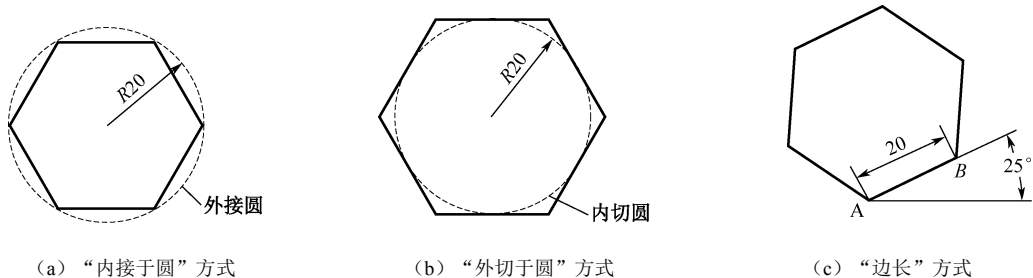

图 2-67 正多边形的 3 种绘制方式
AutoCAD 中提供了“内接于圆”“外切于圆”及“边长”3 种方式绘制正多边形，如图 2-67 所示。
(1) “内接于圆”方式。若已知正多边形的边数、其外接圆的圆心位置和半径，可采用该方式绘制正多边形，如图 2-67 (a) 所示。采用此方式绘制的正多边形将内接于假想的圆。本任务操作实例中正六边形的绘制便采用了此方式。
(2) “外切于圆”方式。若已知正多边形的边数、其内切圆的圆心位置和半径，可采用该方式绘制正多边形，如图 2-67 (b) 所示。采用此方式绘制的正多边形将外切于假想的圆。本任务操作实例中正八边形的绘制便采用了此方式。
(3) “边长”方式。若已知正多边形的边长，可采用该方式绘制正多边形。系统将在用户指定正多边形一条边的两个端点后沿逆时针方向创建多边形，如图 2-67 (c) 所示。
**例 2-7** 以“边长”方式绘制如图 2-67 (c) 所示的正六边形。
由图 2-67 (c) 所示正六边形可以看出,  $AB$  的长度决定了正多边形的边长, 点  $A$ 、点  $B$  的相对方向决定了正多边形的放置角度。
采用“内接于圆 (I)”和“外切于圆 (C)”两种方式绘制的正多边形, 默认情况下是将底边沿水平方向放置, 如图 2-67 (a)、2-67 (b) 所示。